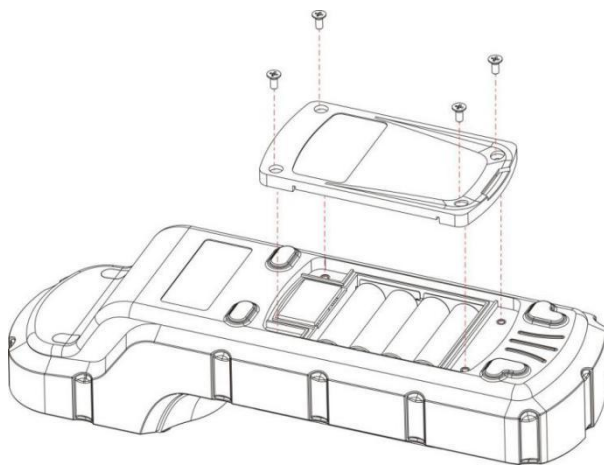

图 2 更换电池
SP-800 电池仓（图 2 所示）在仪器背面。在屏幕区域下方放置软性衬垫，当仪器翻转时尽量使仪器背面处于水平状态。安装电池步骤如下：
- 2、放入 4 节电池（图 2），确保电池正极与电池座正极标志对应，防止电池方向错误。